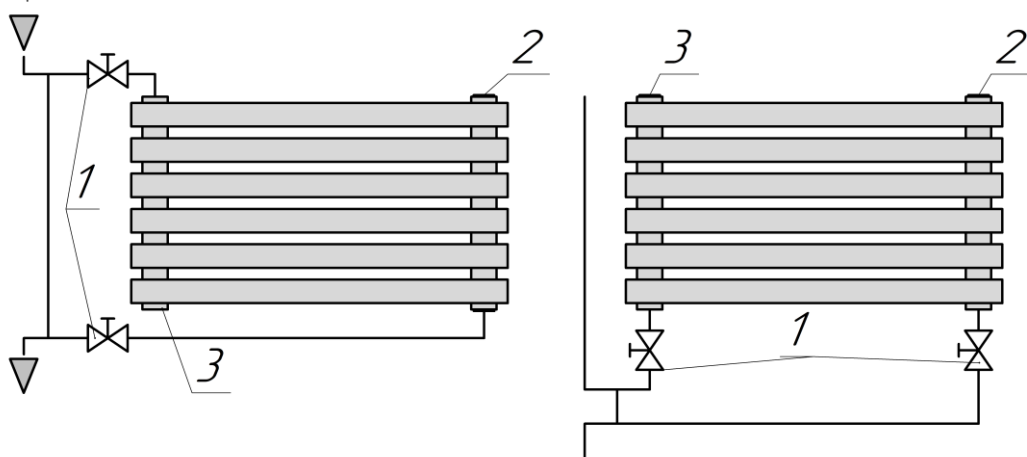
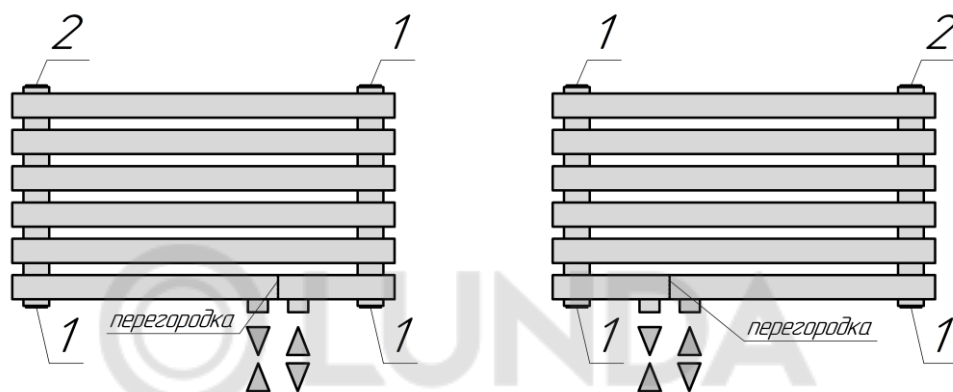

Рис.2. 1. Вентиль (кран). 2. Кран Маевского-воздухоотводчик. 3. Пробка глухая.
Рис. 4. 1. Пробка глухая. 2. Кран Маевского-воздухоотводчик.
2.2. Радиаторы выпускаются с разнесенным (седловым) нижним или диагональным подключением «ELLIPSE P H» (Рис.2, 3) или с правосторонним (левосторонним) нижним подключением с межосевым расстоянием 50 мм «ELLIPSE P H R(L)» (Рис.4).
5.7. Схема разнесенного (седлового) подключения радиатора к однотрубной системе (Рис.2):
5.9. Схемы присоединения под арматуру нижнего подключения 50мм к двухтрубной системе отопления (Рис. 4): Подключение прямой и обратной магистрали - произвольное.